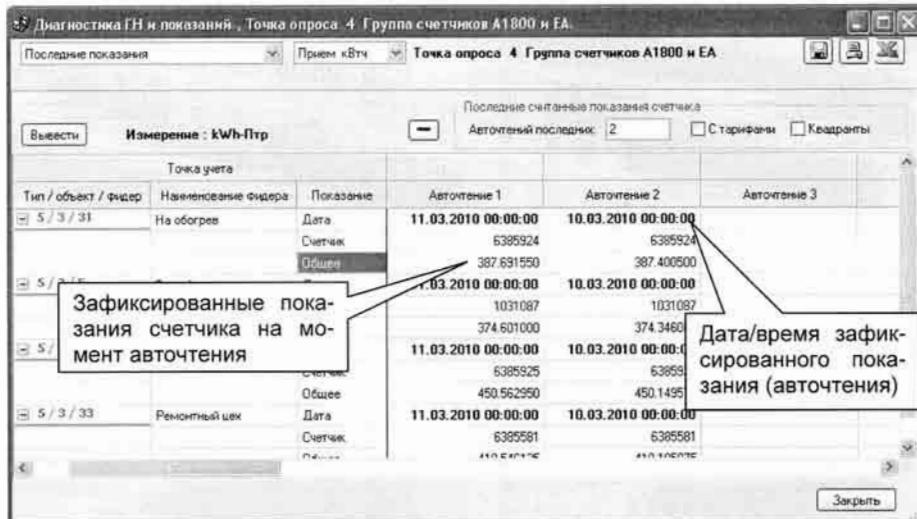

Рисунок 12. Два последних зафиксированных показания счетчика и время фиксации (время "автоточтения").
- С помощью ПО "Коммуникатор АльфаЦЕНТР", установленного на ИВК, вывести два последних зафиксированных показаний ("авточтений") счетчиков, вызвав форму "Диагностика ГН и показаний"->"Последние показания" (Рисунок 12). Запомнить показания накопленного расхода на моменты авточтений счетчика и дату/время этих авточтений.